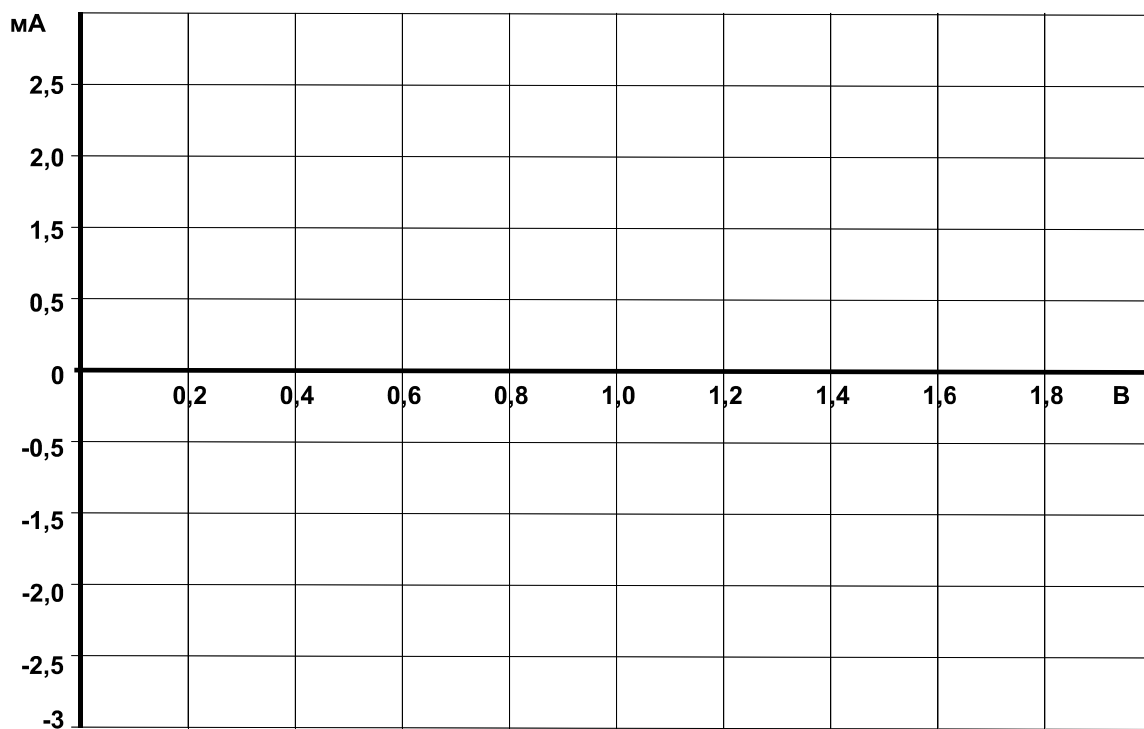

Рис. 6.2.3
- На рис. 6.2.3 постройте графики $I_y(U_{ук})$ при увеличении и уменьшении напряжения. На графике отметьте напряжения $U_{отп}$ и ток $I_{отп}$.